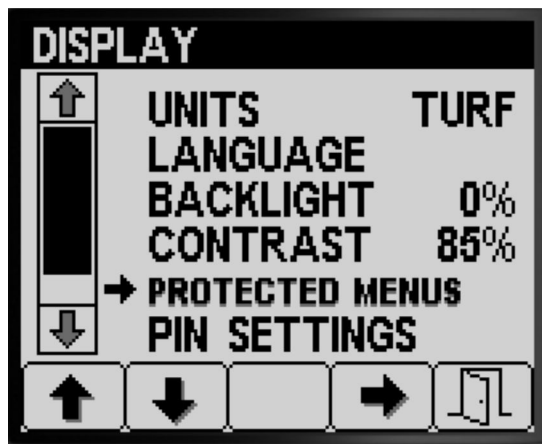

图 21
- 按 1 号或 2 号按钮可导航至 PROTECTED MENUS 受保护菜单 选项 图 21。
- 按 4 号按钮可选择 PROTECTED MENUS 受保护菜单条目图 21。